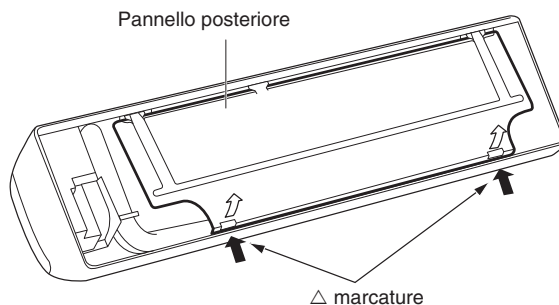

Fig. 3-2
- (2) Premendo i due contrassegni Δ impressi sul coperchio del telaio sganciare da quest'ultimo le linguette fisse. (Fig. 3-2)